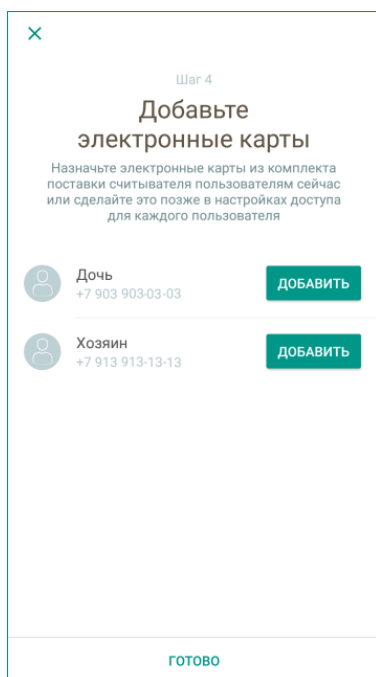

Рисунок 6.3 – Назначение RFID-меток пользователям (начало)
- При связывании пульта с хабом вы можете сразу назначить пользователям объекта RFID-метки, входящие в комплект поставки пульта. Для назначения RFID-метки выберите пользователя из списка приложения и нажмите кнопку ДОБАВИТЬ (см. рисунок 6.3).